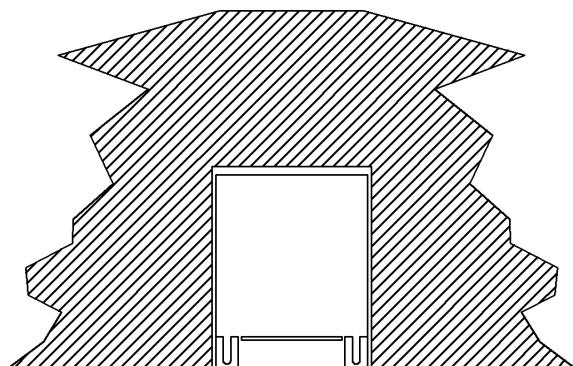

FIG. 2
- 2) Insert the case in the wall being careful it doesn't protrude (Fig.2)
2) die Schachtel bündig mit dem Putz ins Mauerwerk setzen (siehe Abbildung 2)
2) Murer le cadre à fil du mur voir (fig.2)